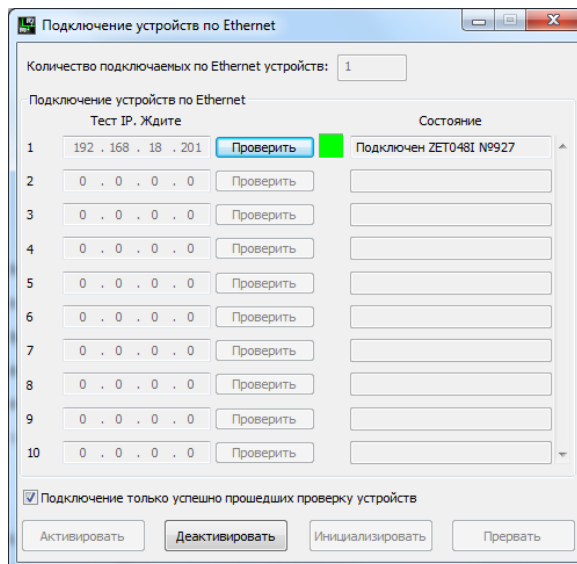

Fig. 5
- Verificar que en la ventana del programa “Time ZETServer” (Fig.5) ha aparecido la información sobre el encendido del registrador ( se visualizan los canales de medición y se ha iniciado una continua y sincronizada variación del tiempo en los canales).